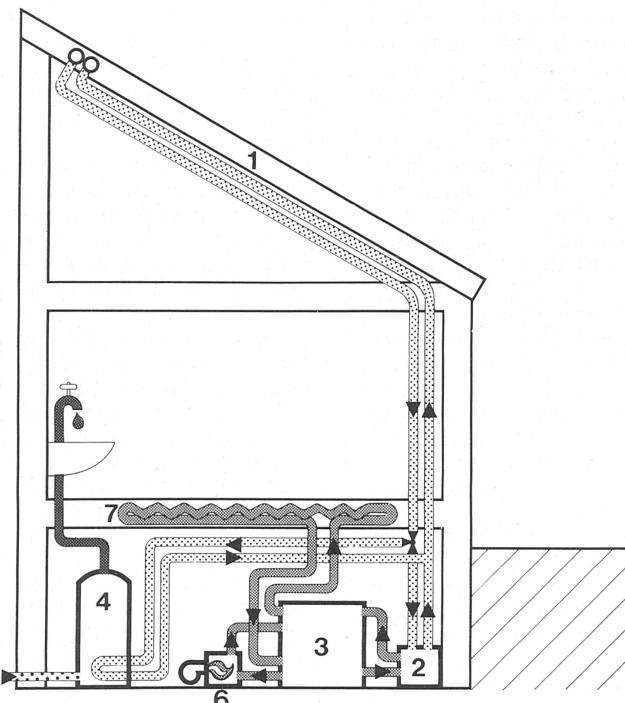

Abb. 4
**Bivalente Anlagen (Abb. 4).** Diese Anlagen eignen sich hauptsächlich für bereits bestehende Gebäude, weil normalerweise Teile der vorhandenen Heizung in das bivalente System integriert werden können. Durch die genaue Abstimmung der Heizleistung auf den Wärmebedarf ergibt sich ein sehr hoher Wirkungsgrad der Anlage. Ein weiterer Vorteil des bivalenten Systems ist die Verwendung von zwei verschiedenen Primärenergien.